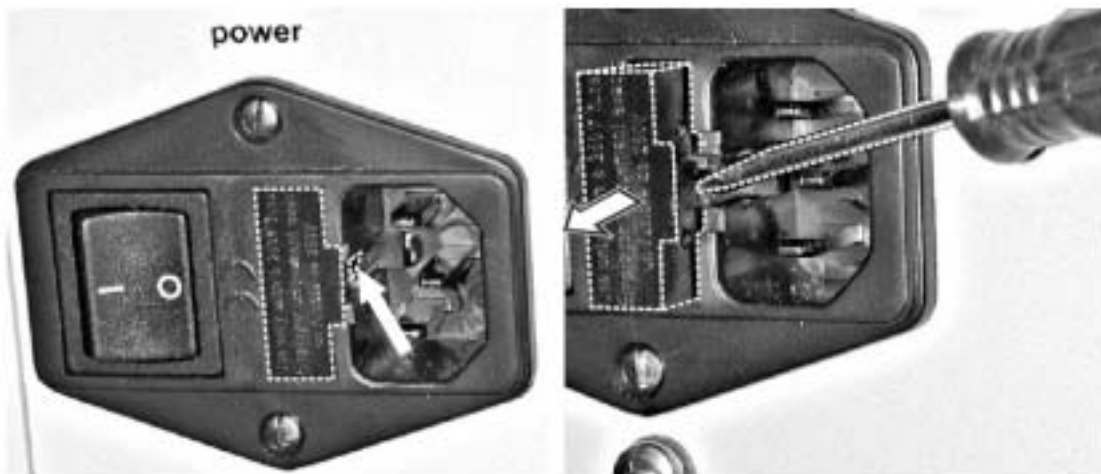

图73 保险丝固定器
3. 使用小的平面螺丝起子将保险丝固定器拨开（图73）。换上相同类型和额定功率的保险。